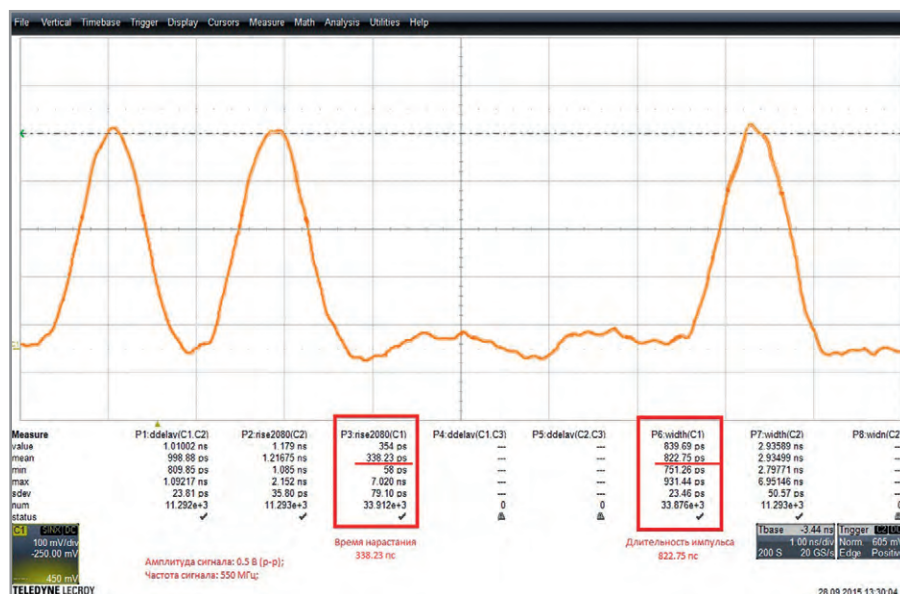

Рис. 3. Характеристики сигналов универсальных каналов Тестера FORMULA® HF Ultra на частоте функционального контроля 550 МГц
2. Метрологически аттестованные характеристики сигналов универсальных каналов Тестера определяют высокое качество измерений ультравысокочастотных СБИС и полностью соответствуют ультравысокой частоте функционального контроля 550 МГц (см. рис. 3):